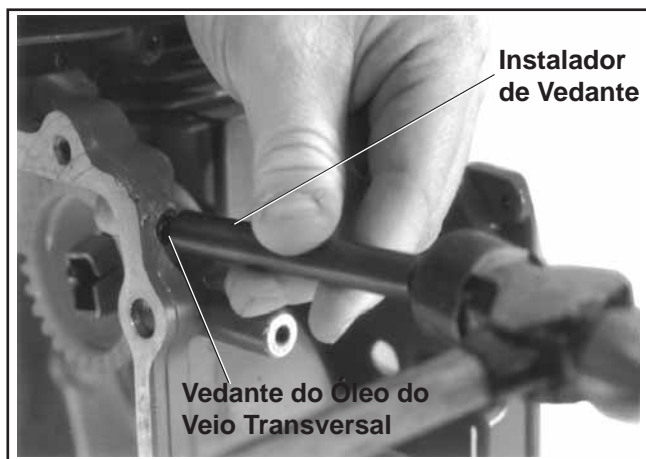

Figura 11-2. Vedante do Óleo do Veio Transversal.
3. Utilizando uma ferramenta de instalação do vedante do óleo, instale um vedante do óleo do veio transversal do regulador novo no cárter. Consulte a Figura 11-2.